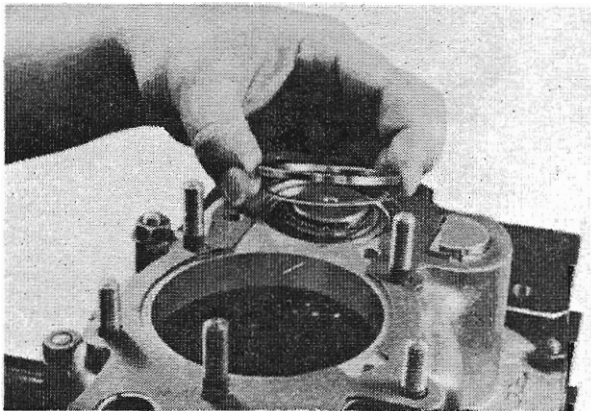

Abb. 45
3. Das festgestellte Maß plus 0,03 bis 0,06 mm Lagervorspannung für Getriebe mit Alu-Gehäuse bzw. minus 0,04 bis 0,07 mm Axialspiel der Vorgelegewelle für Getriebe mit Grauguß-Gehäuse entspricht der Dicke der Ausgleichsscheiben (310), die auf den Lageraußenring gelegt werden müssen. Die Scheiben sind in den Dicken von 0,25; 0,3; 0,35; 2,6 und 2,8 mm vorhanden. Ausgleichsscheiben (310) einlegen, dünne Scheibe zuerst (Abb. 45) und Tachodeckel am Gehäusedeckel befestigen.
5. Die vorher ausgewählten Ausgleichsscheiben (310) auf den Lageraußenring (303) legen (siehe Abb. 45). Dünne Scheibe zuerst einlegen. Tachodeckel mit den Schrauben (119) und Mutter (810) mit unterlegten Federscheiben (806) am Gehäusedeckel befestigen